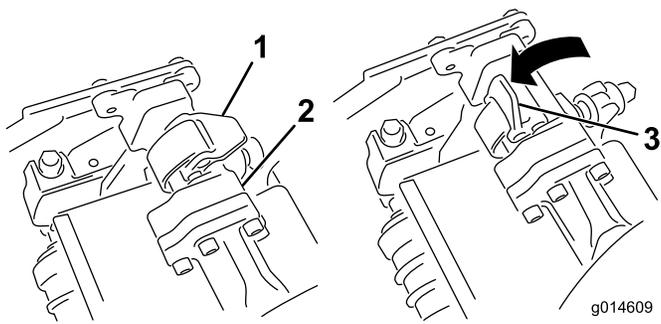
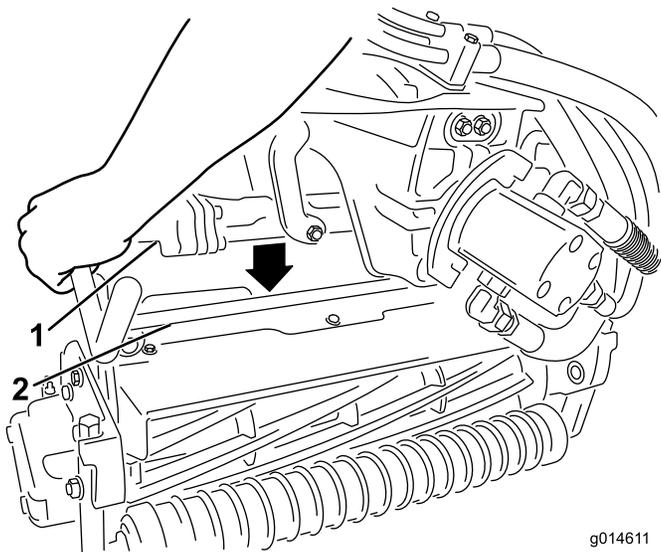

Bild 33
Bild 34
4. Die Riegel an der Aufhängearmstange müssen nach oben zeigen (d. h. offen) (Bild 33); drücken Sie den Aufhängearm dann so nach unten, dass die Stange über die Stange an der Oberseite des Mähwerks passt (Bild 34).
- Drücken Sie die Riegel nach unten und um die Mähwerkstange und arretieren sie (Bild 33).
5. Öffnen Sie die Riegel an der Aufhängearmstange des Mähwerks, das Sie entfernen möchten (Bild 33).